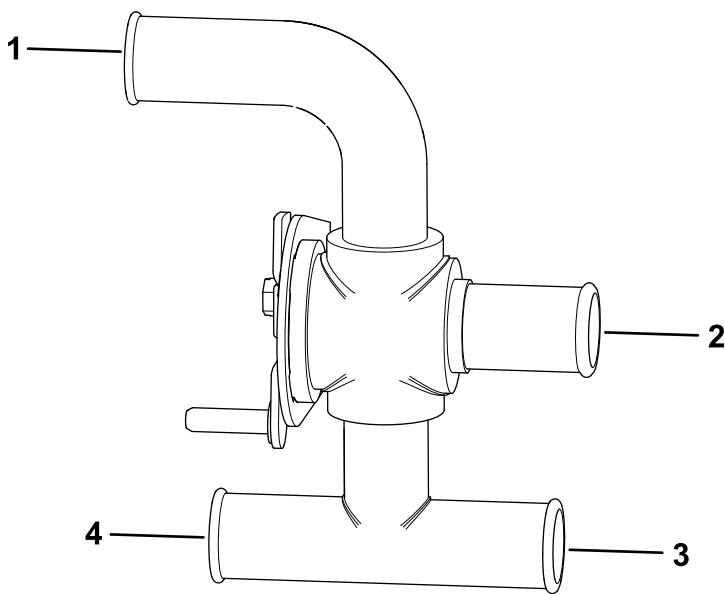
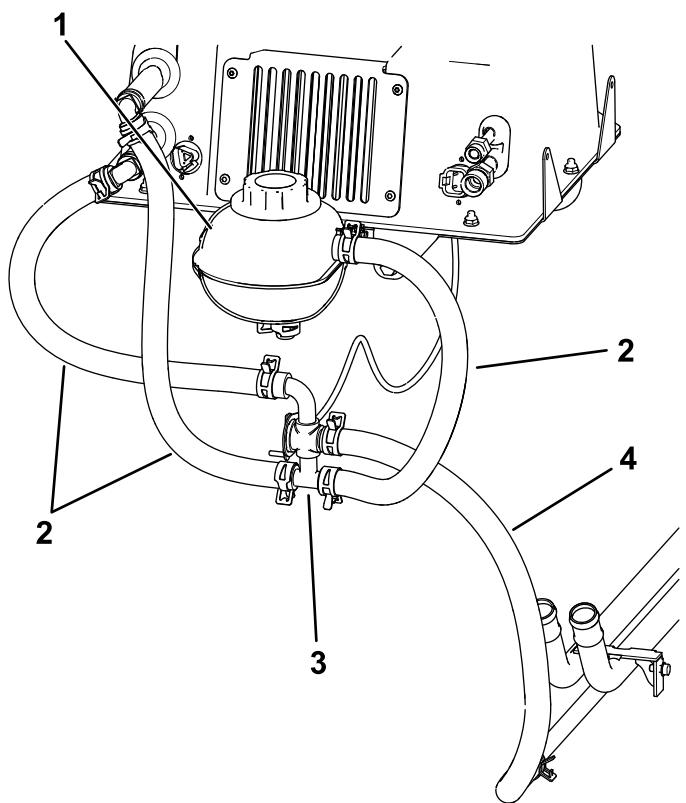

Figure 29
Figure 30
6. Raccordez les 2 tuyaux de liquide de refroidissement, installés précédemment sur le boîtier du chauffage, aux orifices correspondants de la vanne d'eau à l'aide de 2 colliers de serrage (Figure 30).
- Remarque:** Si un chasse-neige BOSS est installé sur la machine, acheminez le tuyau inférieur du radiateur de chauffage (Figure 29) autour du solénoïde du chasse-neige.
7. Raccordez le flexible de dérivation du thermostat que vous avez raccourci à la vanne d'eau avec un collier de serrage (Figure 29 et Figure 30).
8. Raccordez le tuyau restant à la vanne d'eau avec un collier de serrage, puis raccordez l'autre extrémité du tuyau au grand orifice sur le réservoir supérieur avec un collier de serrage (Figure 29 et Figure 30).